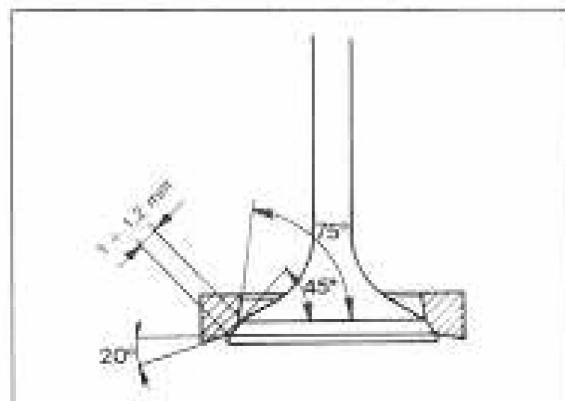

Fig. 53
- A rettifica eseguita la superficie di contatto tra valvola e sede deve avere una larghezza di $1 \pm 1,2$ mm (Fig. 53). La superficie di contatto tra valvola e sede si rende chiaramente visibile tingendo la sede con un colore d'anilina sciolto e facendovi ruotare sopra la valvola.
- The valve seat angle is 45° . The seat should be radiused according to figure 53. Take care to remove the slightest amount of material when re-cutting the valve seats.
- After this operation the width of the valve seating surface should be $1 \pm 1,2$ mm (Fig. 53). Coat the seat with a thin film of aniline dye, install the valve in its guide and rotate it holding it in contact with the seat, to make the seating surface clearly visible.